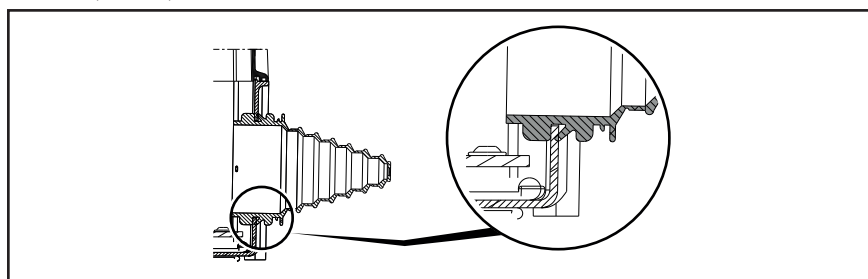

Bild 5.2 Korrekter Sitz der Kabeleinführung im Gehäuse
- Montieren Sie die Kabeleinführungen an den Gehäuseöffnungen -UB1, -UB2, -UB3, siehe Bild 5.2.